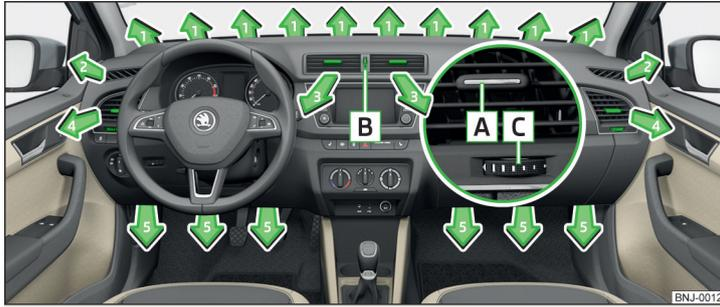

Abb. 101 Luftaustrittsdüsen
Bei den Luftaustrittsdüsen **3** und **4** » Abb. 101 kann die Luftstromrichtung geändert und die Düsen können auch einzeln geschlossen und geöffnet werden.
- Die waagerechten Lamellen mithilfe des verschiebbaren Verstellelements **A** » Abb. 101 nach oben oder unten drehen, um die Höhe der Luftströmung zu ändern.
- Den Regler **B** nach oben drehen » Abb. 101.
- Den Regler **B** nach unten drehen » Abb. 101.
Richtung des Luftaustritts einstellen	Aktive Luftaustrittsdüsen » Abb. 101